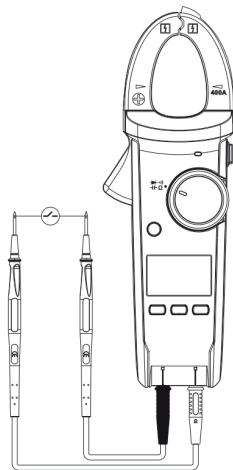

Рисунок 7
6. Измерение проводимости (рисунок 7)